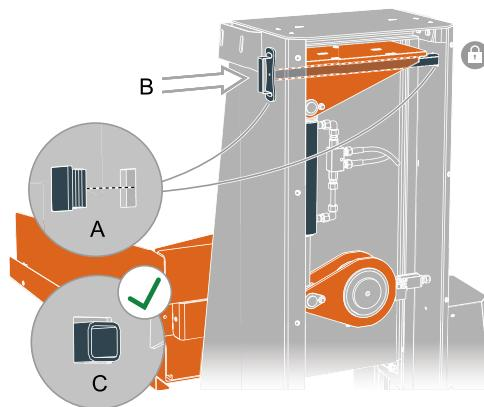

Figure 13 Blocage du porteur de charge en position d'entretien
2. Retirez les caches en plastique qui bouchent les ouvertures de chaque côté du mât. Voir figure 13.
4. Replacez les caches en plastique pour boucher les ouvertures de chaque côté du mât. Voir figure 13.